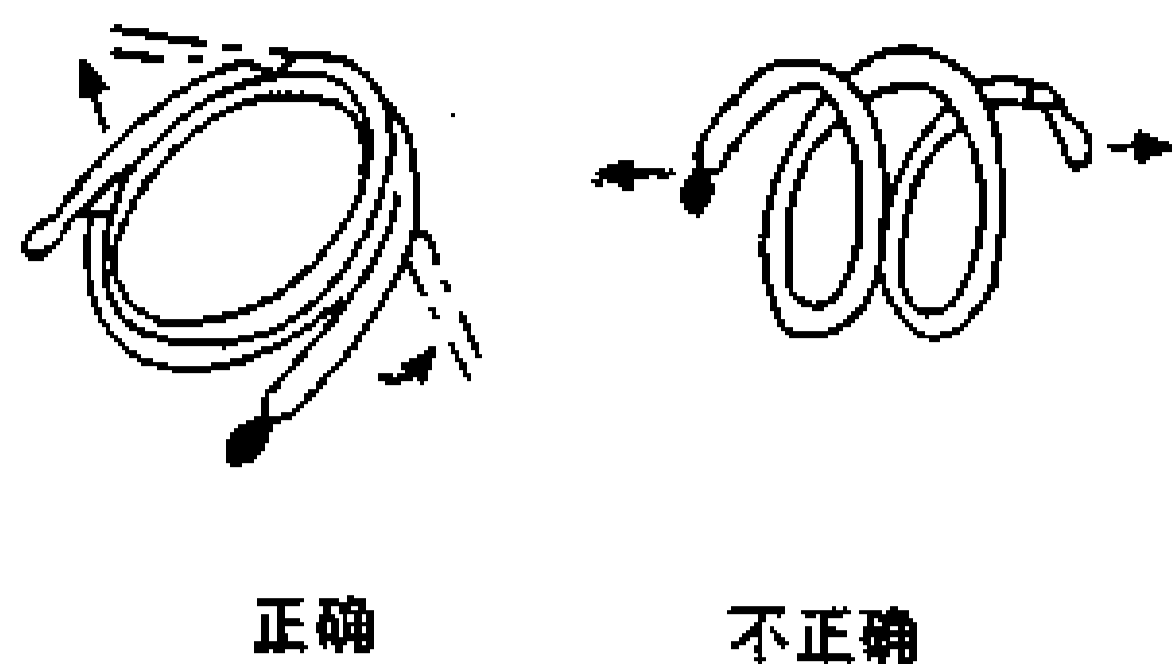

图 14-2-13
- 4) 假如用力弯曲铜管太经常，铜管将变硬，即在同一个地方不要弯曲 3 次以上。当伸长成扎的管道时，按图 14-2-13 所示展开弄直。